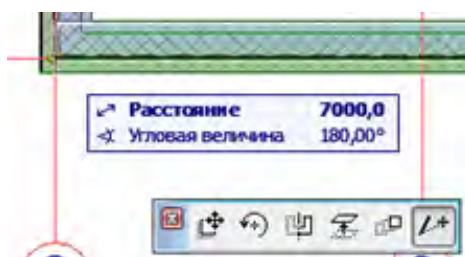

Рис. 44
12. Щелкните левую конечную точку линии привязки стены. При этом инициируется операция изменения размеров (растяжения) стены (рис. 44). При изменении размеров с помощью двух щелчков пользователь указывает, какую именно точку или вершину элемента следует переместить и в какое именно место.